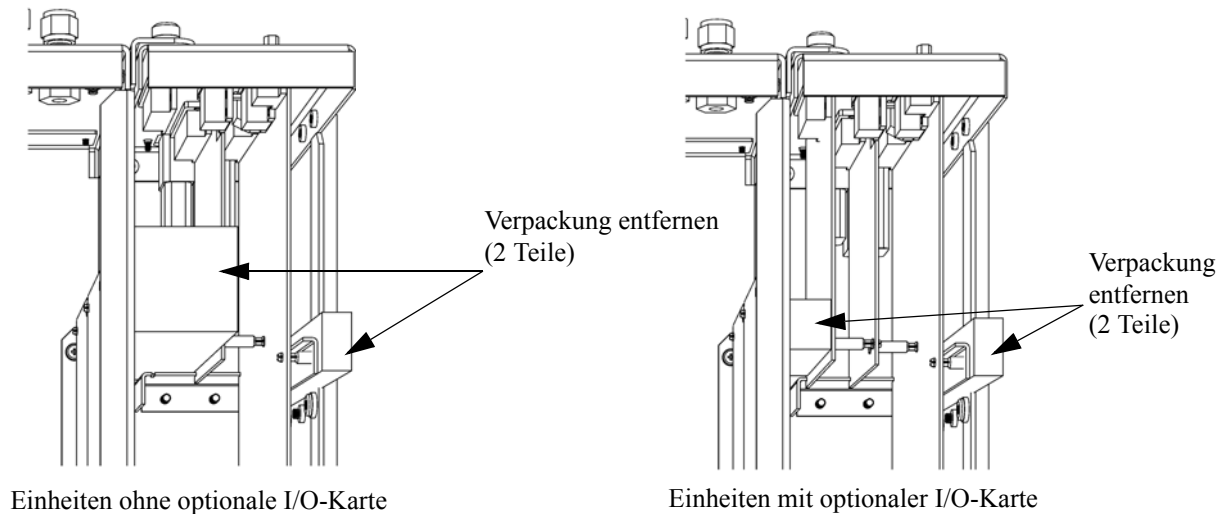

Abbildung 2-1. Entfernen der Verpackung
3. Entfernen Sie das Verpackungsmaterial (Abb. 2-1).